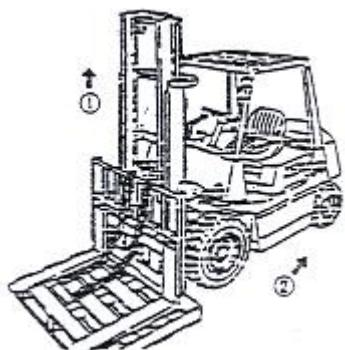

Рисунок 2-53
(1) Установите лоток на вилочный погрузчик, установите вилочный погрузчик на ровном грунте.
(2) Опустите вилы и лоток до уровня пола.
(3) Удалите верхнее крайнее звено цепи и снимите цепь с цепного колеса.
(4) Поднимите внутреннюю раму ходовой части (① см. Рисунок 2-53)
(5) Сдвиньте вилочный погрузчик назад, когда убедитесь, что рама вил отделена от наружной рамы ходовой части (② см. Рисунок 2-53).
(6) Замените главный ролик